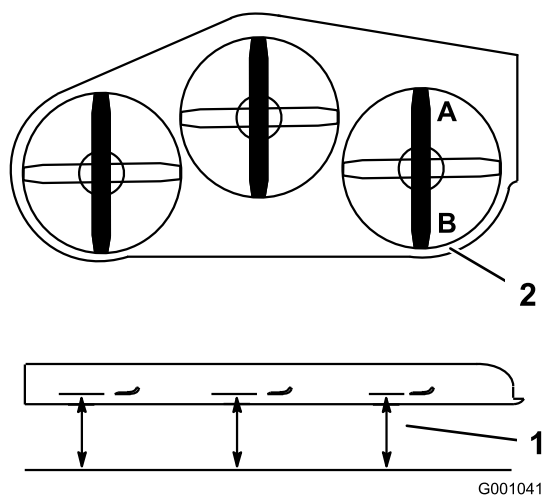

Figure 86
2. Tournez une lame dans le sens longitudinal. Mesurez la distance aux points **A** et **B** entre une surface plane et le bord coupant des pointes des lames (Figure 86).